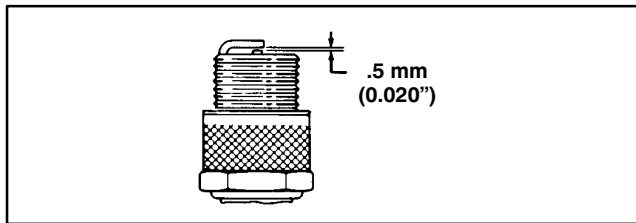

Abbildung 21
3. Den Luftspalt auf 0,5 mm einstellen (Abb. 21). Die auf den korrekten Abstand eingestellte Zündkerze mit einer Dichtungsscheibe versehen und auf 19 N·m anziehen.